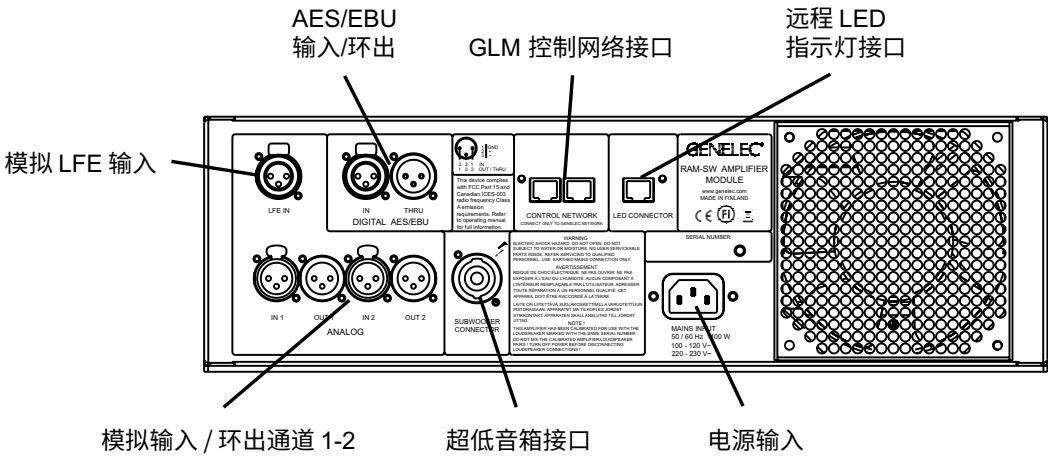

图 1. RAM-SW 功放的接口面板。
- 使用 5 类网线 (RJ45 接头) 将每只音箱 (包括超低音箱) 串接起来, 最终连接至 GLM 适配盒 (见图 1);